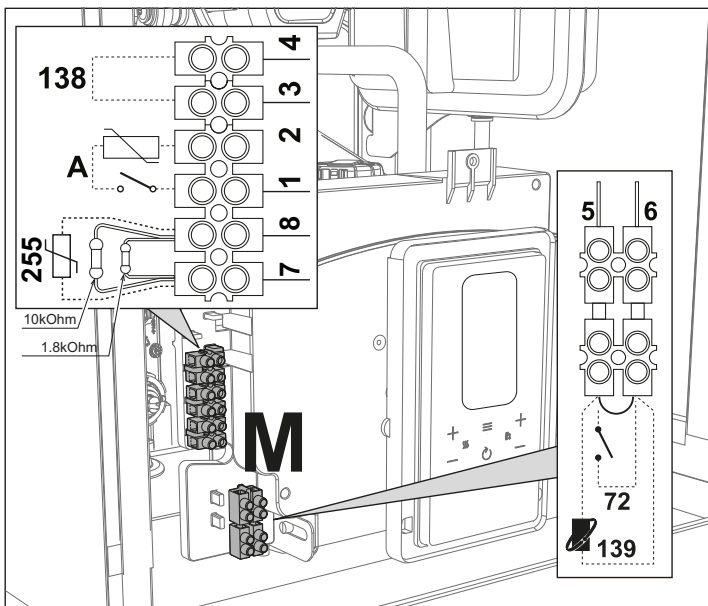

fig. 28
Dopo aver tolto il pannello frontale ( sez. "Apertura del pannello frontale" a pag. 40) è possibile accedere alle morsettiera (M) e al fusibile (F) seguendo le indicazioni descritte di seguito ( e fig. 28). I morsetti indicati nella devono essere a contatti puliti (non 230V). La disposizione dei morsetti per i diversi allacciamenti è riportata anche nello schema elettrico alla fig. 64.
### Configurazione Interruttore ON/OFF (A fig. 28)